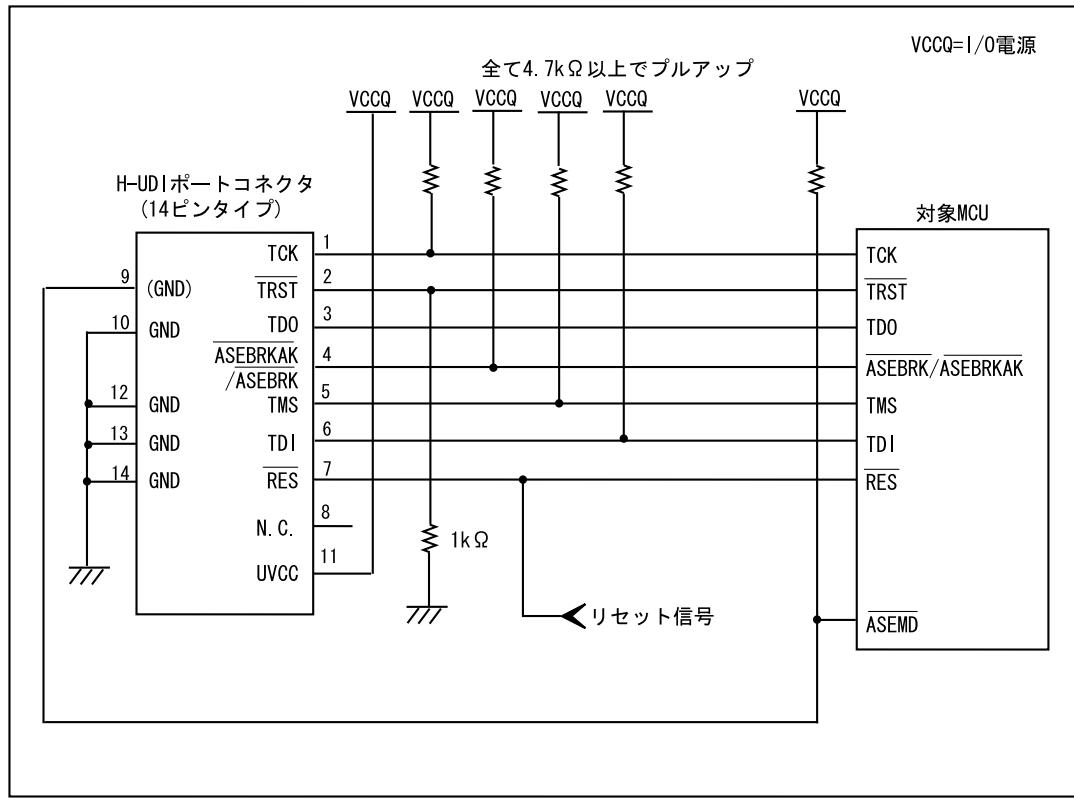

図 1.2 E10A-USB 使用時の H-UDI ポートコネクタ - チップ間の推奨接続例(14 ピンタイプ)
- 図 1.2 の回路を組んだ場合の E10A-USB エミュレータのスイッチ設定 : SW2=1, SW3=1